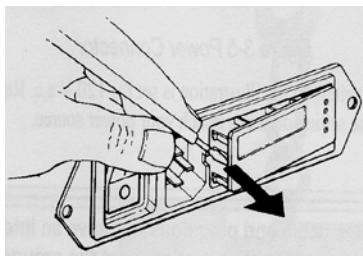

Abb. 3-8 Aushebeln
1. Führen Sie einen schmalen, flachen Schraubendreher oder Stab in die Mitte des Sicherungshalters ein und schieben Sie die Abdeckkappe wie in Abb.: 3-8 dargestellt nach vorne.
2. Entfernen Sie den Sicherungs-Halter wie in Abbildung 3-8 und 3-9 dargestellt.